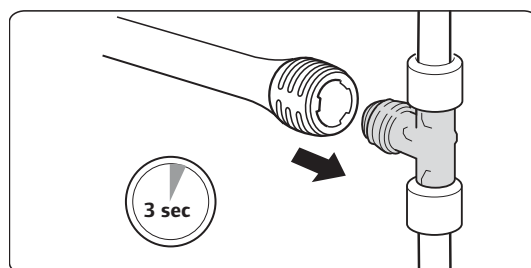

Fig. 6. Montarea manșonului/țevii.
5. Scoateți scula și glisați țeava imediat (max. 3 sec.) pe capătul fittingului. Inelul de pe capătul țevii trebuie să intre complet până la marginea de oprire. Țineți țeava fixă timp de câteva secunde. Consultați Fig. 6 și 7.